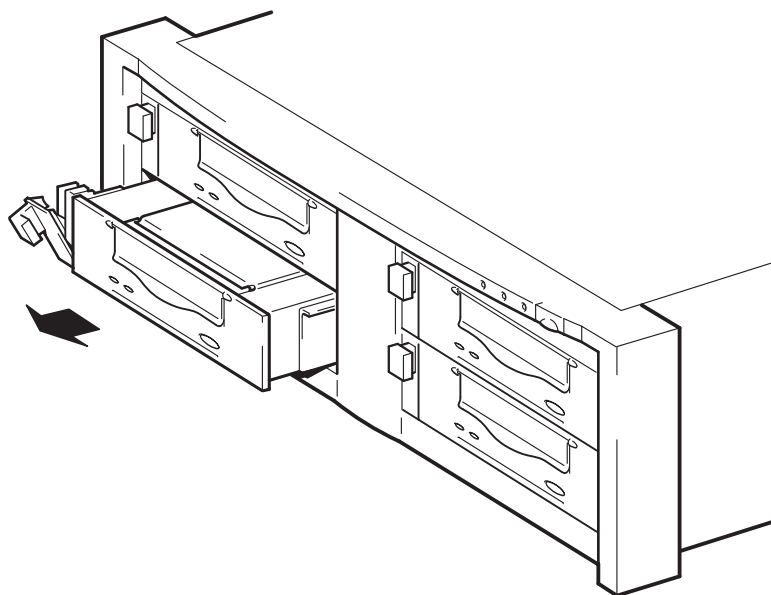

Figura 9b: retirar a unidade
- 2** Usando a alavanca de extração, puxe a unidade delicada e firmemente para fora da matriz de fitas. (Veja a figura 9b.)